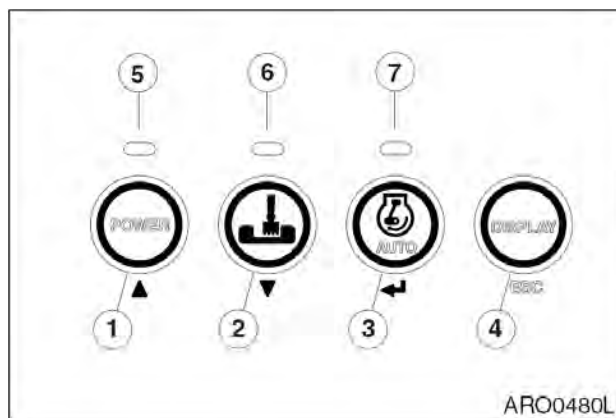

Рис. 45
1. Когда переключатель стартера поставлен во включенное положение (ON), режим мощности автоматически устанавливается в последнее заданное состояние.
2. Следует выбрать надлежащий режим мощности с помощью кнопок (1, рис. 45) до начала работы.
3. При нажатии кнопки режима мощности (1, рис. 45) прозвучит сигнал. Режим мощности может быть включен (ON) или выключен (OFF). При включенном режиме мощности (ON) загорается индикатор (5, рис. 45). Второе нажатие отключает режим мощности. При отключенном режиме мощности выключается светодиодный индикатор (5, рис. 45), и происходит возврат к стандартному режиму.